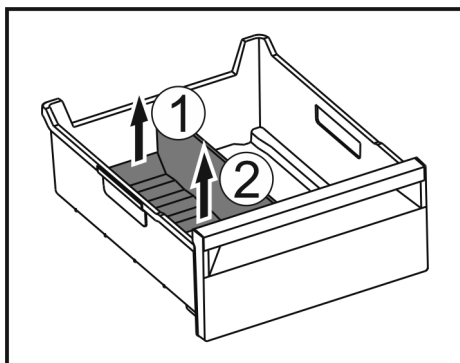

Fig. 218
- Soulever la partie arrière du séparateur de congélateur. Fig. 218 (1)
- Retirer le séparateur de congélateur par le haut. Fig. 218 (2)